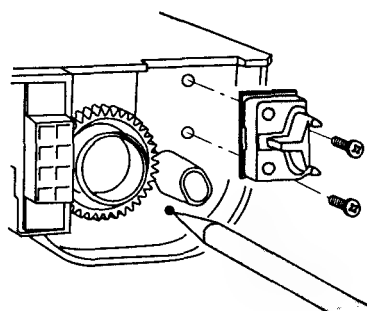

Рис. 7.16
13. Установите на место боковую крышку картриджа (рис. 7.16). При выполнении этой операции будьте осторожны с защелками.
(рис. 7.16), затем установите новую микросхему и зафиксируйте ее винтами.